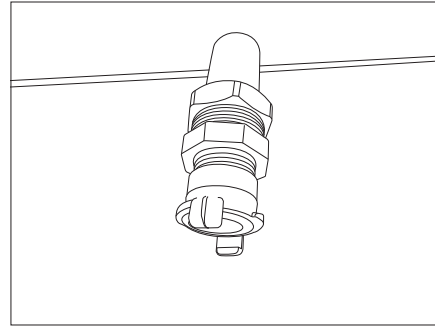

Bild 173 Abwasseranschluss (Kunststoffverrohrung)
- Abwasser am Abwasseranschluss (Kunststoffverrohrung, Bild 173) anschließen.